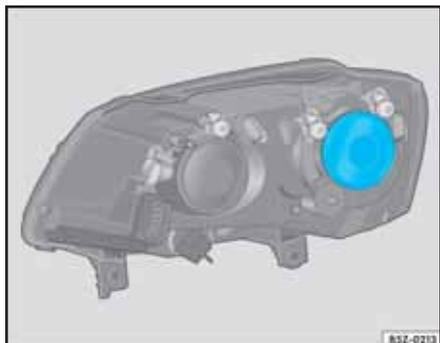

Fig. 181 Localización de la lámpara de la luz baja y cubierta de protección
- Retire la cubierta de protección ⇒ fig. 181.